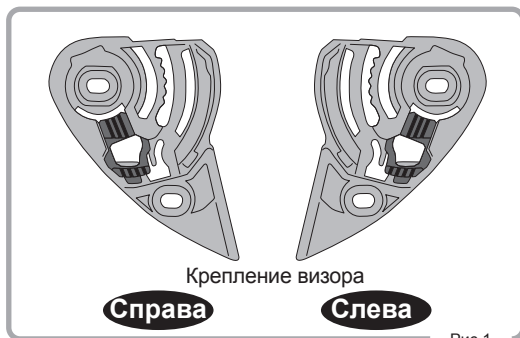

Рис.1
1. Проверьте сторону крепления визора (рис.1)